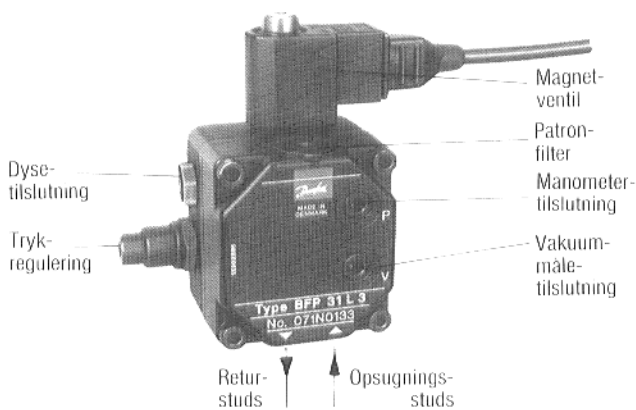
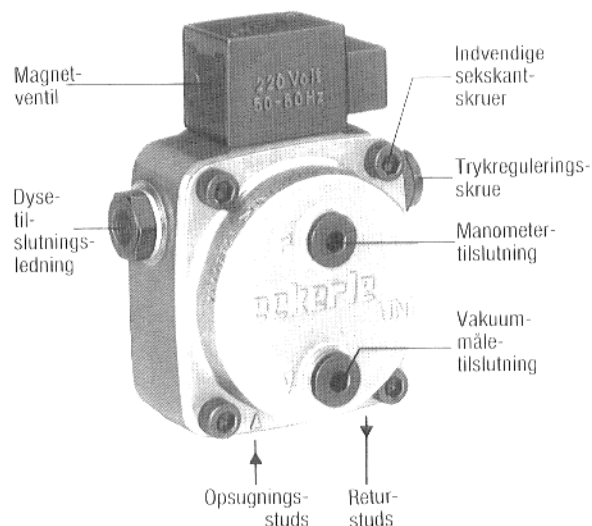

Fig. 9
Fig. 10
- 3.2 Oliepumpefilteret af mærket Eckerle rengøres ved at fjerne de fire indvendige sekskantskruer (Fig. 10). Ved Danfoss-modellen skal der kun løsnes 2 indvendige sekskantskruer (Fig. 9). Derefter skilles pumpen ad i to dele, nemlig pumpehus med ventiler og geardel.